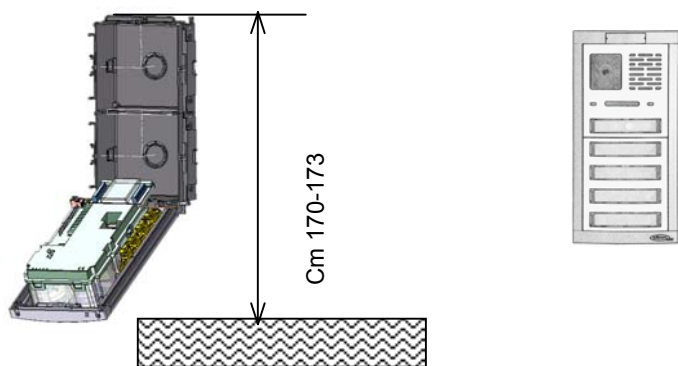

Fig. 1
1. Installare la scatola incasso all'altezza indicata (fig.1 pag 13).